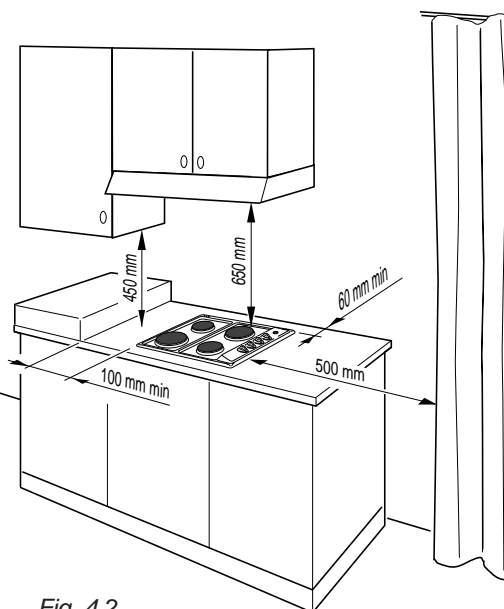

Fig. 4.2
- ✓ allorché sopra il piano di cottura vi sia un pensile o cappa mantenere fra il piano ed il suddetto pensile o cappa la distanza minima pari a 650 mm (vedi anche fig. 4.2);